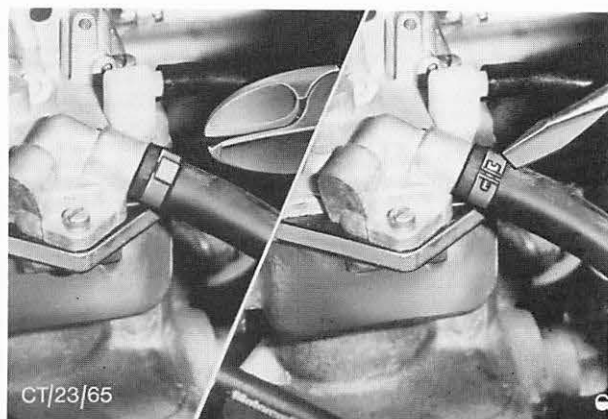

Abb. 50 Kraftstoff-Zufuhrleitung am Vergaser ab- und anschließen
6. Kraftstoff-Zufuhrleitung vom Vergaser abschließen. Ist eine Klemmschelle montiert, so muß diese durch eine Schraubschelle ersetzt werden. Abb. 50.